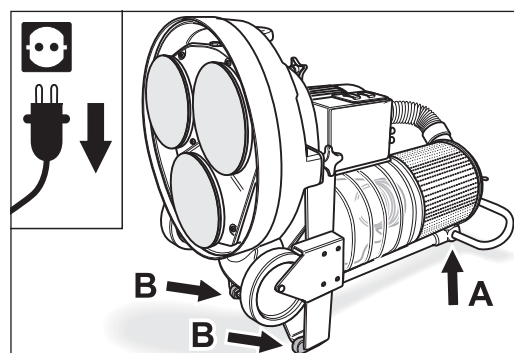

Fig. 3 Faites basculer la machine vers l'arrière afin que les disques deviennent accessibles. **Veillez à ce que la machine soit stable !**
- 3 Faites basculer précautionneusement la machine vers l'arrière en la tenant par l'étrier de maintien jusqu'à ce qu'elle soit bien posée sur le tube de guidage et sur les deux protège-chute. Les plateaux de ponçage sont maintenant accessibles de par l'avant (fig. 3). **Veillez à ce que la machine soit stable !**